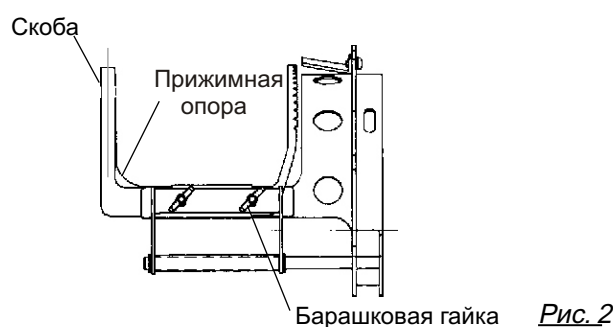

Рис. 2
2. Отрегулируйте зажим в соответствии с прижимной стойкой. (см. рис. 2). Для этого ослабьте барашковые гайки слева и справа.